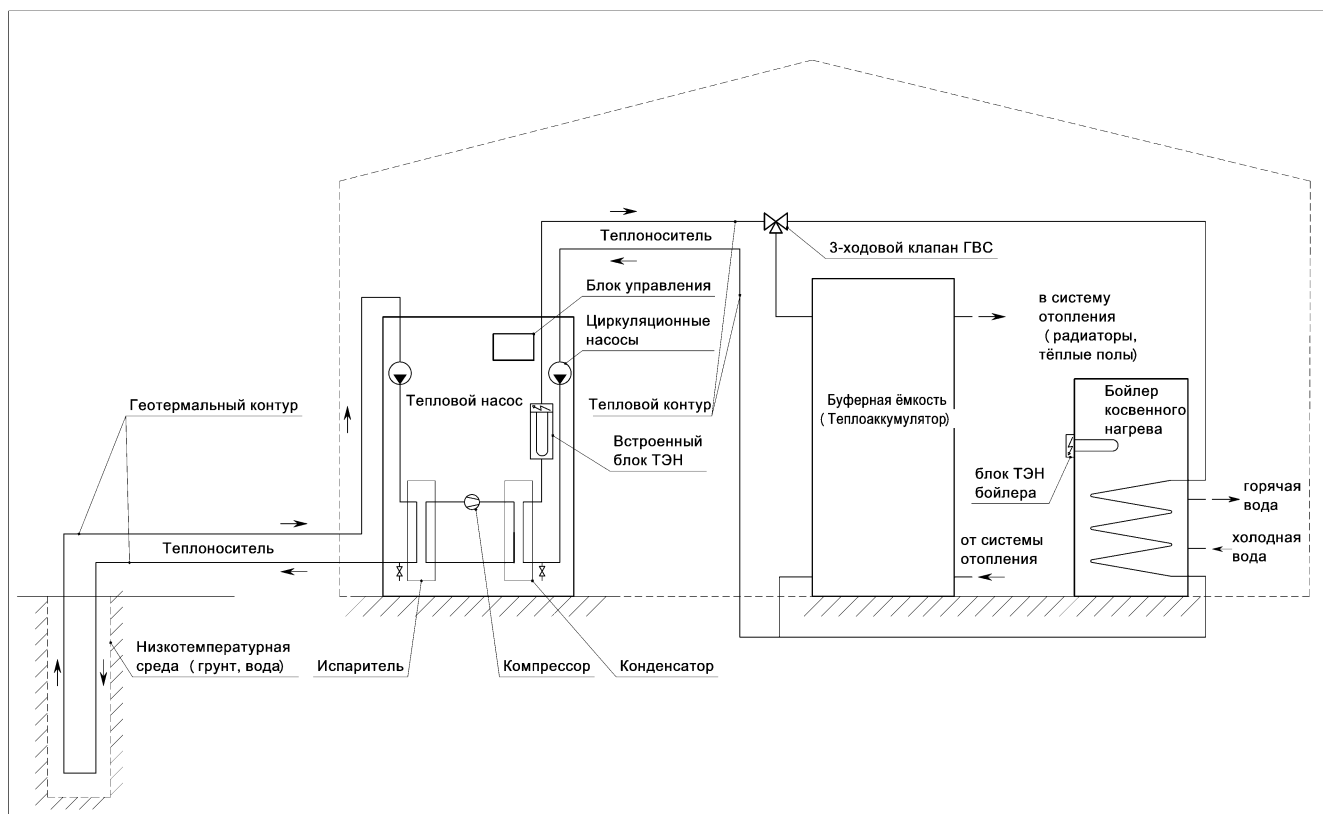

Рисунок 1. Схема работы и конструкция ТН
2.12 Запрещается использовать в тепловом контуре в качестве теплоносителя этиленгликоль, если для получения горячей воды (ГВС) используется бойлер косвенного нагрева (см. рис.1).
5.1 Тепловой насос (ТН) – прибор предназначенный для передачи тепловой энергии (тепла) от низкотемпературной среды (грунт, вода и др.) к буферной ёмкости (теплоаккумулятору). Передаваемое тепло аккумулируется в буферной ёмкости (теплоаккумуляторе) и используется для отопления помещения и нагрева воды (ГВС). Схема работы и конструкция ТН приведена на рис. 1. Необходимым условием работы ТН и передачи тепла является принудительная циркуляции теплоносителей в геотермальном и тепловом контурах гидравлически-подсоединённых к ТН.
5.2 Основные элементы ТН (см. рис. 1): компрессор, конденсатор, испаритель, блок управления, циркуляционные насосы, встроенный блок ТЭН (трубчатый электронагреватель), контроллер, датчики давления, датчики температуры.
Нагрев и поддержание температуры горячей воды (ГВС) в бойлере косвенного нагрева (далее - бойлер) является приоритетной задачей для ТН. Во время выполнения нагрева горячей воды (ГВС) другие задачи игнорируются. Нагрев выполняется за счёт смены направления циркуляции теплоносителя с контура буферной ёмкости на контур бойлера при помощи 3-ходового клапана ГВС (см. рис. 1). Нагрев воды в бойлере возможен до значения не превышающего температуру теплоносителя в контуре циркуляции бойлера (63°C).
Если требуется нагреть воду выше указанного значения, то рекомендуется установить и подключить внешний блок ТЭН бойлера (см. рис.1). Алгоритм работы: по мере роста температуры нагреваемой воды в бойлере происходит включение блока ТЭН бойлера и выключение компрессора ТН – дальнейший нагрев осуществляется блоком ТЭН бойлера. Значение температуры при котором включается блок ТЭН бойлера задаётся во вкладке “параметры” во время пуско-наладочных работ. Пользовательские настройки работы ГВС приведены в п.8.4, 8.5.
В ТН имеется возможность отопления помещения альтернативным нагревателем. В качестве альтернативного нагревателя может использоваться **встроенный блок ТЭН** (см. рис. 1) или **внешний источник нагрева (электрический котёл)**.